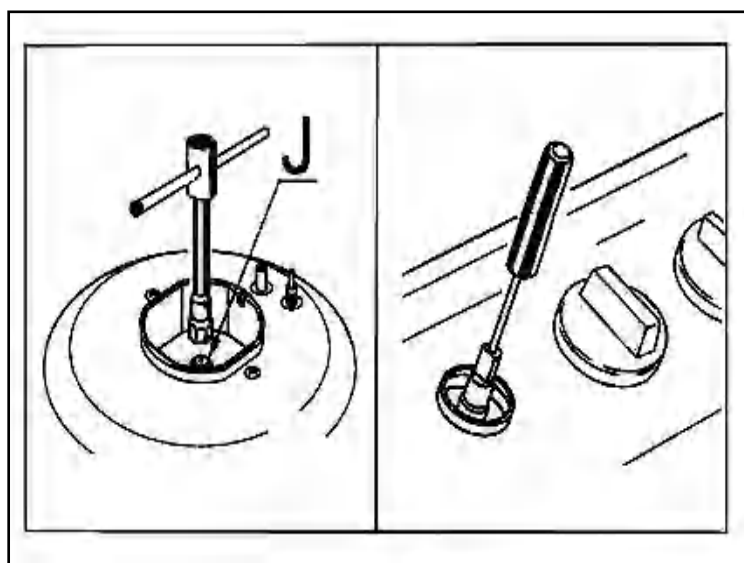

Рис. 9
- Вставьте маленькую отвертку с плоским жалом в стержень вентиля (см. рис. 9). В вентилях, оборудованных предохранительным клапаном системы «газ-контроль», регулировочный винт может находиться снаружи стержня вентиля.